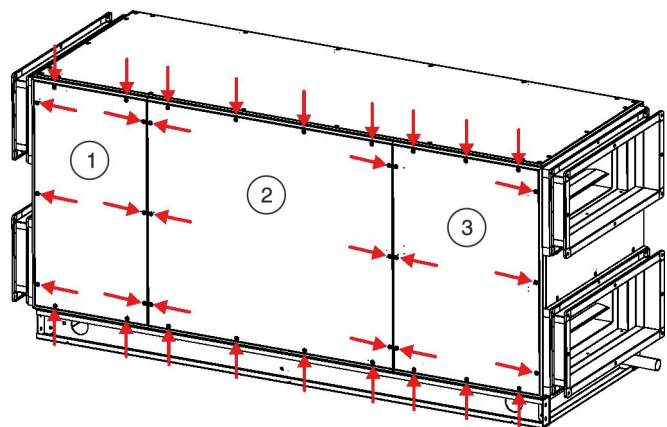

Рис. 25: Задние панели инспекционного доступа
7. ▶ Открутите винты (Рис. 25/стрелки) на трех задних панелях инспекционного доступа (Рис. 25/1+2+3).
8. ▶ Снимите задние панели инспекционного доступа (Рис. 25/1+2+3).
22. ▶ Закрепите надежно винтами три панели инспекционного доступа (Рис. 25/1+2+3) с фронтальной стороны центрального кондиционера.